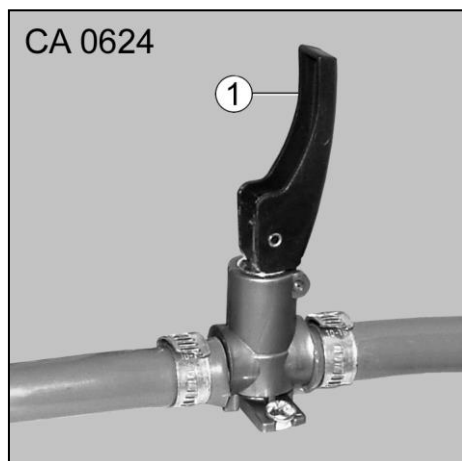

Fig. 140 Robinet de vidange du chauffe-eau
- Placer le culbuteur (Fig. 140/1) du robinet de vidange horizontalement ou verticalement. Ne pas le tordre ! Le fait de tordre le culbuteur risque d'endommager le robinet de vidange et va le rendre non étanche. En cas de non-respect, la garantie Carthago prend fin.
1. Fermer le robinet de vidange. Pour cela, placer le levier à bascule (Fig. 140/1) horizontalement.
3. Ouvrir le robinet de vidange. Pour cela, placer le culbuteur (Fig. 140/1) verticalement. Ainsi, le chauffe-eau est vidangé vers l'extérieur.